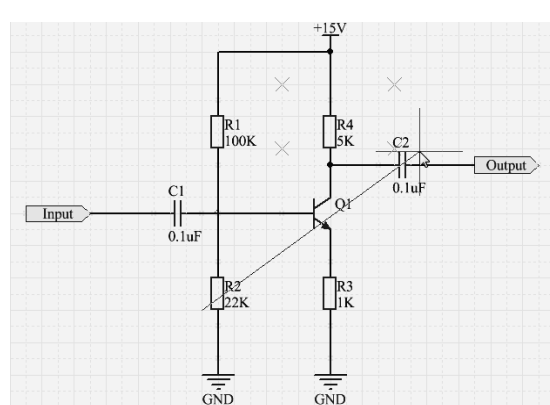

图 4-1-8 直线穿过 R2、Q1 和 C2
(4) Edit → Select → Touching Line 命令。此命令的作用是选择直线经过的所有对象。以选择图 4-1-8 中电阻 R2、三极管 Q1 和电容 C2 为例。
- ① 执行菜单命令 Edit → Select → Touching Line。
- ② 在电阻 R2 左下方单击，然后向原理图右上方移动鼠标指针，使直线穿过电阻 R2、三极管 Q1 和电容 C2，如图 4-1-8 所示。